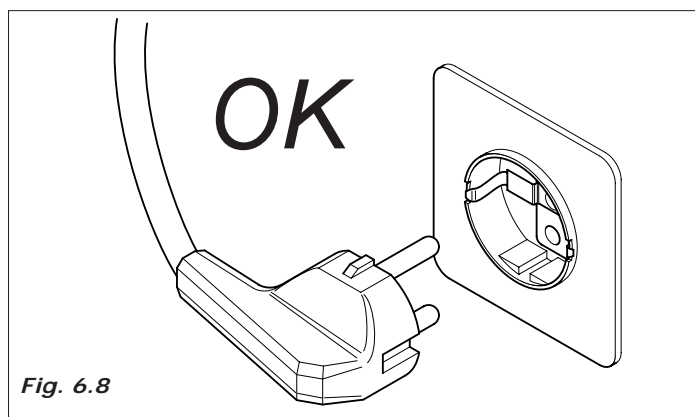

Fig. 6.8
- O distribuidor é equipado de cabo de alimentação H05VV-F 3x1 mm², com tomada SCHUKO (Fig. 6.8).